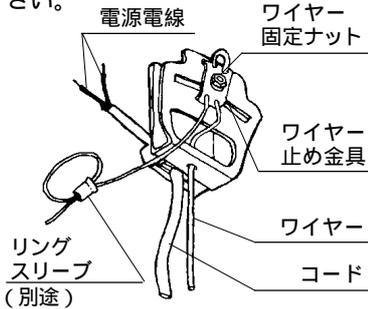

図2
- 2 前工程ではずした取付金具の引掛け部を器具吊下げ金具に通してください。この時ナットは、1つだけが少しかかるくらいねじ込んでおくことで次の工程を容易にすることができます。(図2参照)
- 3 引掛け部を取付金具に取り付け、灯具を吊下げてください。2つのナットを確実にしめ込んでください。(図2参照)